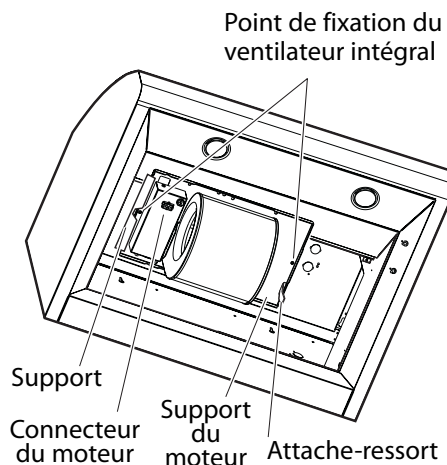
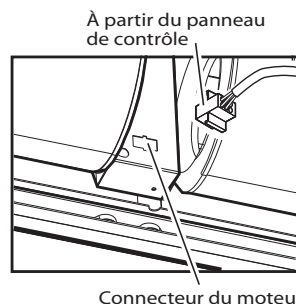

FIG. 9
FIG. 10
Le ventilateur intégral peut être monté de façon à évacuer l'air tel qu'indiqué à la figure 9. De l'intérieur de la hotte, glissez le moteur dans le support à gauche. Tournez le moteur vers le haut jusqu'à ce qu'il se mette en place d'un déclic dans l'attache-ressort à droite.
1. Connectez la fiche de connexion mox du ventilateur intégral au connecteur qui se trouve à l'intérieur de la hotte tel qu'indiqué à la figure 9 ou à la figure 10.